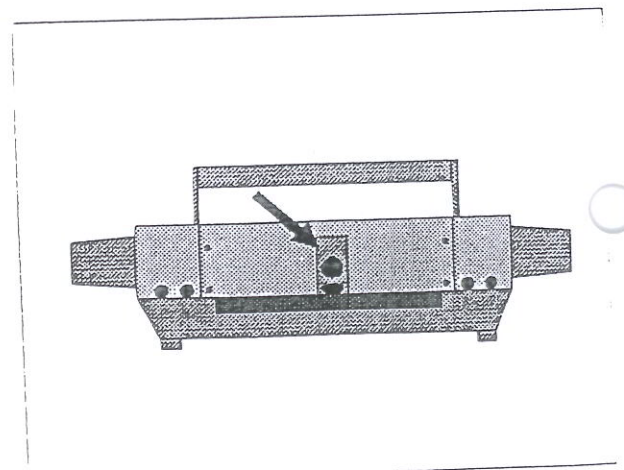

Fig. 7 Uitlaatgassonde aansluitpunt
- Om de uitlaatgassonde aan te sluiten, draai eerst de gekartelde bout op de meeteenheid los (Fig. 7).